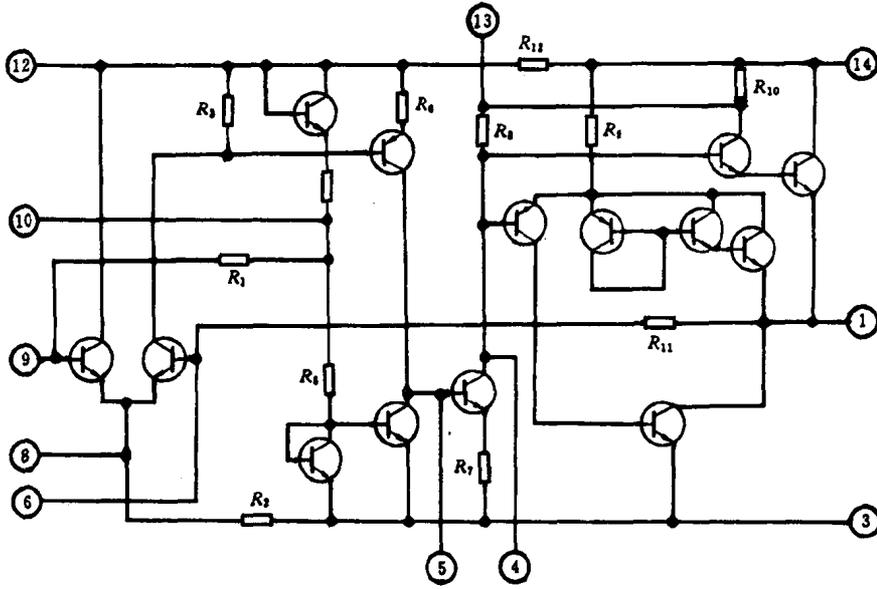

图 1-1
例如:一台收录机右声道无声,可能是功放集成电路 LA4102 损坏。该集成电路的内部电路如图 1-1 所示。测量 LA4102 的⑭脚供电电压正常(9V),测量⑫脚无电压,判断 LA4102 内部的电阻 R_{12} 开路。当 R_{12} 开路后,前置级电路无电压而无法工作。该故障可用功能外补法进行修复,简单方便、效果很好。方法是:在 LA4102 的⑫脚与⑭脚之间的电路上加补一只 68Ω 、 $0.5W$ 的碳膜电阻,收录机即恢复正常工作。